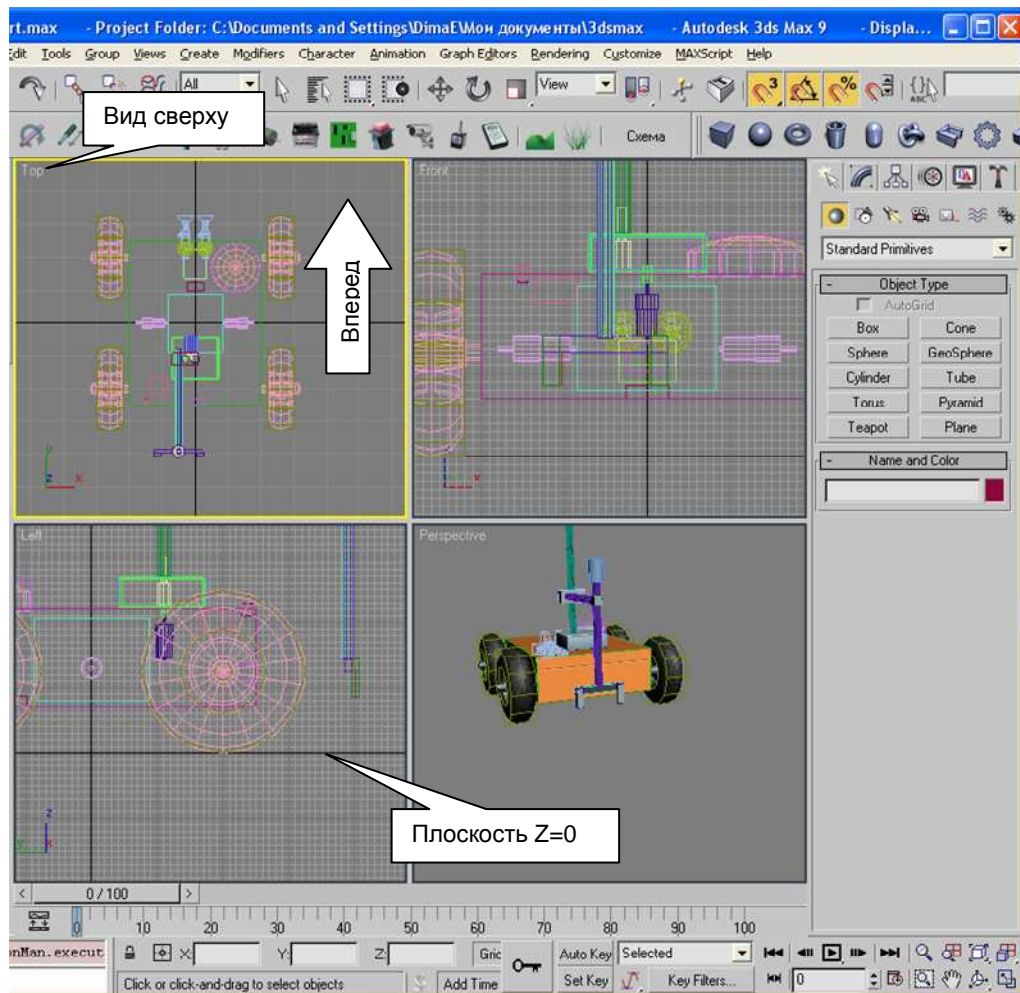

Рис. 10 Иллюстрация правил создания робота
- Перёд робота приходится в положительном направлении по глобальной оси Y. Вверх робота направлена ось Z (Рис. 10).
- На плоскости $Z=0$ робот должен стоять колесами, как на земле (Рис. 10).